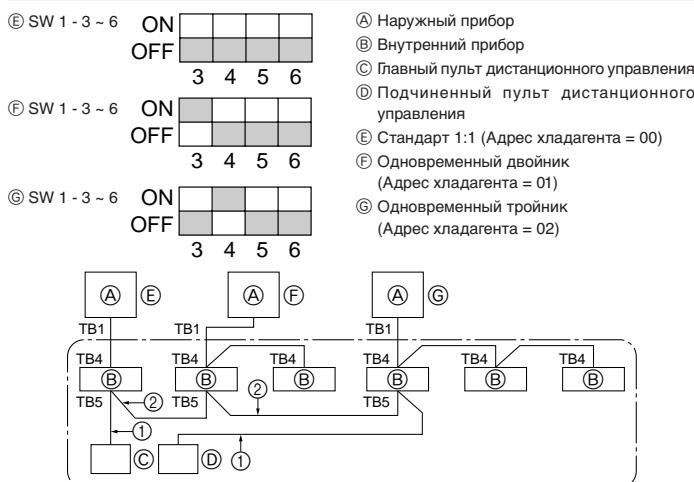

Fig. 9-1
- ① Включите питание (автоматическим выключателем).
- ② После закрытия запорного крана газа установите переключатель SWP на пульте управления наружного прибора в положение ON. Компрессор (наружный прибор) и вентиляторы (внутренний и наружный приборы) начинают работать, и начинается процедура восстановления хладагента. На пульте управления наружного прибора горят индикаторы LED1 и LED2.
9. Управление системой (Fig. 9-1)